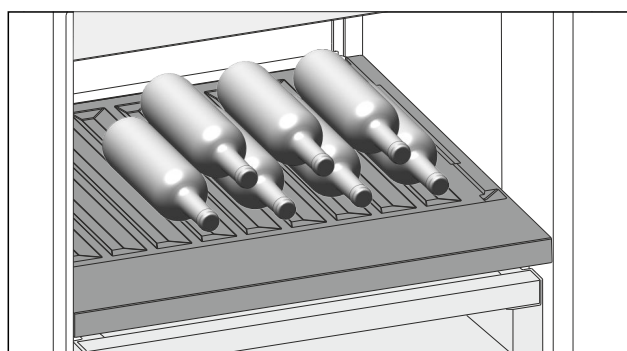

Fig. 227 Ilustrační zobrazení
- Láhve ukládejte dnem dozadu k zadní stěně. (viz Fig. 227)